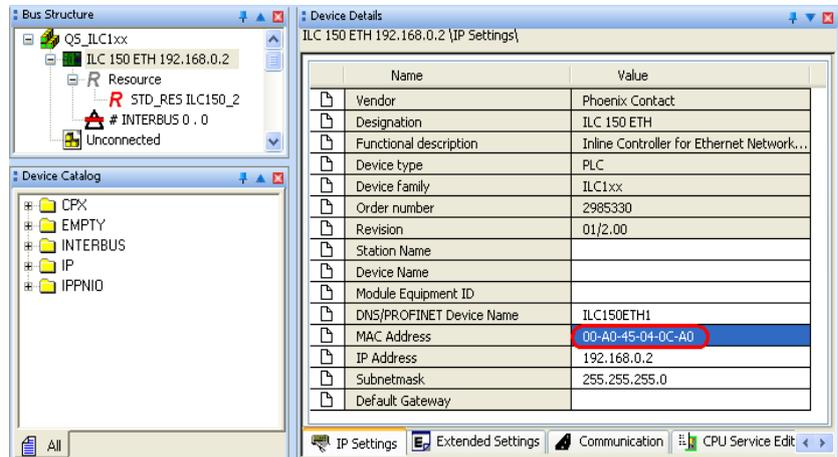

Рисунок 3-3 Ввод MAC адреса
To determine whether your network permits the IP settings used in the example project (see Figure 3-3 on page 3-4), proceed as follows:
Если нет возможности изменить настройки сетевой карты, следует изменить параметры IP адреса в примере (см. рисунок 3-3 на стр. 3-4).
В случае изменения настроек сети и IP адреса в проекте, будет выведено соответствующее предупреждающее сообщение. Однако, модификация не происходит автоматически. При создании проекта используются настройки по умолчанию в "IP Settings" (см. рисунок 3-3 на стр. 3-4).
- Введите MAC адрес контроллера (см. рисунок 3-3 на стр. 3-4). Он напечатан на контроллере и начинается символами "00.A0.45".